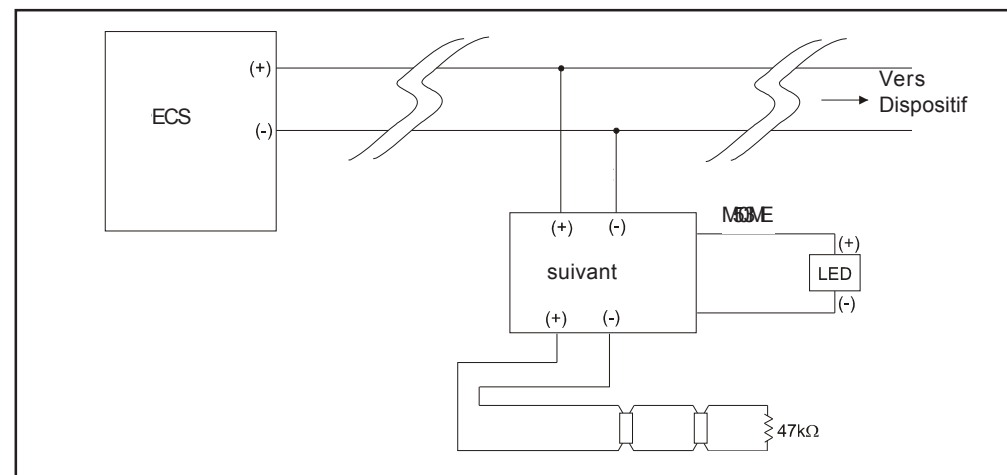

Figure 2. Schéma de câblage pour module d'entrée M503ME.
1. Raccorder le module conformément aux notices de raccordement et au schéma de câblage approprié (voir figure 2).